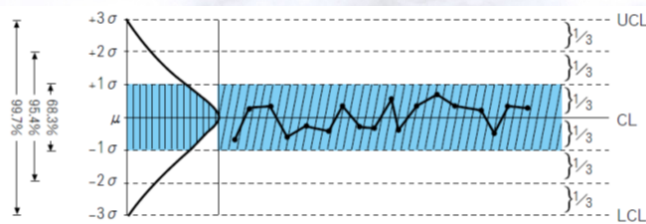

図8.8 中心線への接近
- ① $\bar{x} - R$ 管理図や $\bar{x} - R$ 管理図では、群内に層別しなくてはならない異質のデータが含まれている場合
- ② 計数値の管理図では、不良や欠点の判定が正しく行われていない場合などにあらわれます（図8.8参照）。